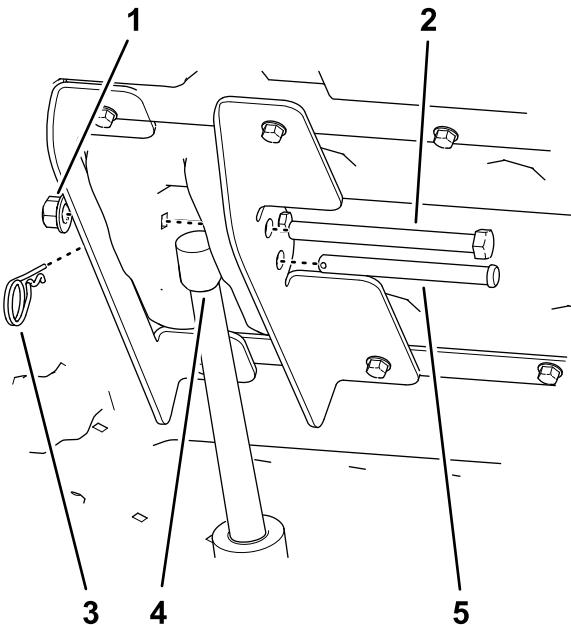

Figura 7
1. Rimuovete il bullone a testa esagonale ($\frac{1}{2}'' \times 5\frac{1}{2}''$) e il dado di bloccaggio ($\frac{1}{2}''$) dalle staffe di sollevamento interna ed esterna (Figura 7).
2. Rimuovete la coppia dal perno con testa ($3\frac{1}{2}''$) e rimuovete il perno con testa ($3\frac{1}{2}''$) dall'asta dell'attuatore di sollevamento (Figura 7).